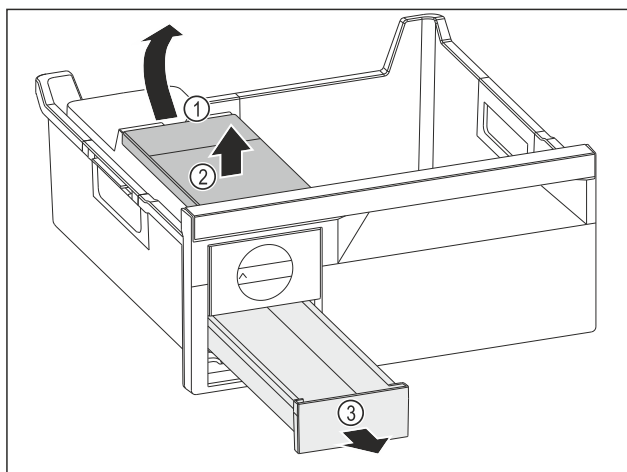

Fig. 130
- ▶ Вийняти бак для води: підняти бак для води за заглиблення Fig. 130 (1).
- ▶ Вийняти бак для води Fig. 130 (2) рухом вгору.
- ▶ Вийняти висувний ящик для кубиків льоду Fig. 130 (3) рухом вперед.